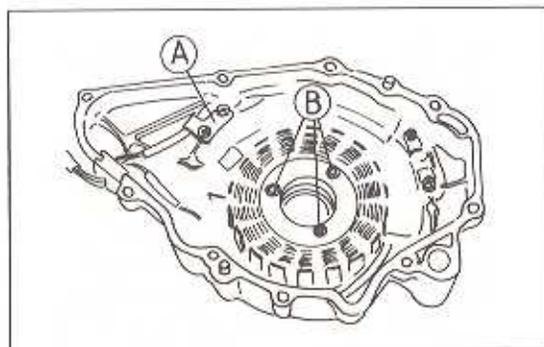

Bild 157
- Bei US-Modellen den Luftschlauch abziehen (Bild 157).